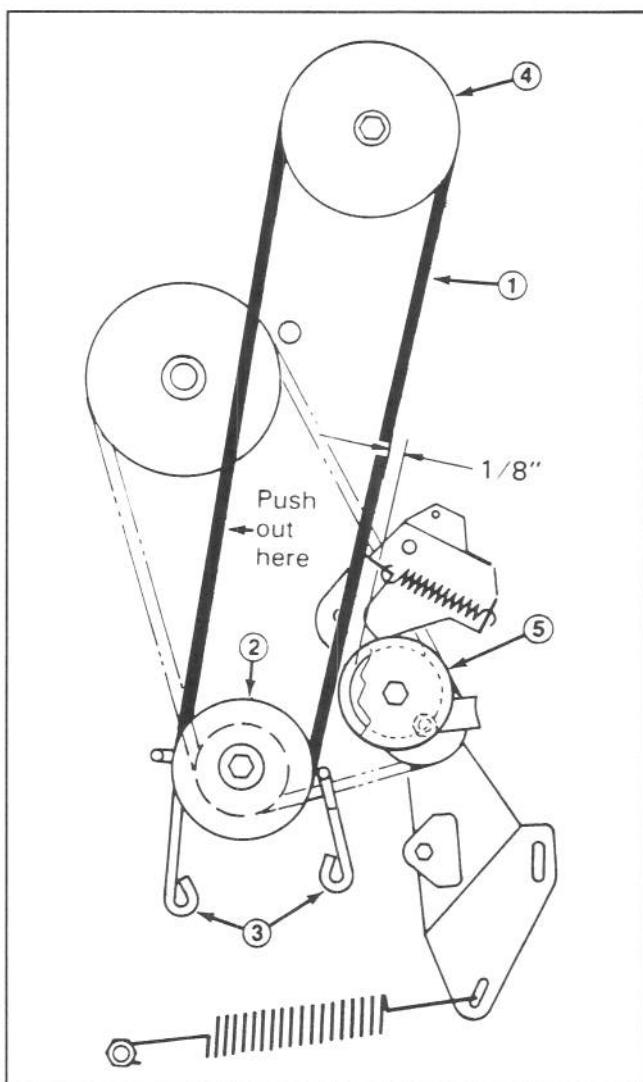

Figure 18
**7.** Desserrer les boulons à tête retenant les (2) guides de la courroie de la poulie du moteur et éloigner les guides de la poulie. Enlever la courroie de transmission de l'unité se trouvant sur la poulie du moteur (Fig. 18).
**9.** Enlever les (2) vis retenant le guide de la courroie au carter de la tondeuse et enlever le guide. Enlever la courroie de la poulie.
**12.** En appuyant sur la courroie (pour la tendre) (Fig. 18), vérifier l'écart entre l'extérieur de la courroie et l'intérieur de la poulie de tension. L'écart devrait faire environ 3 mm.